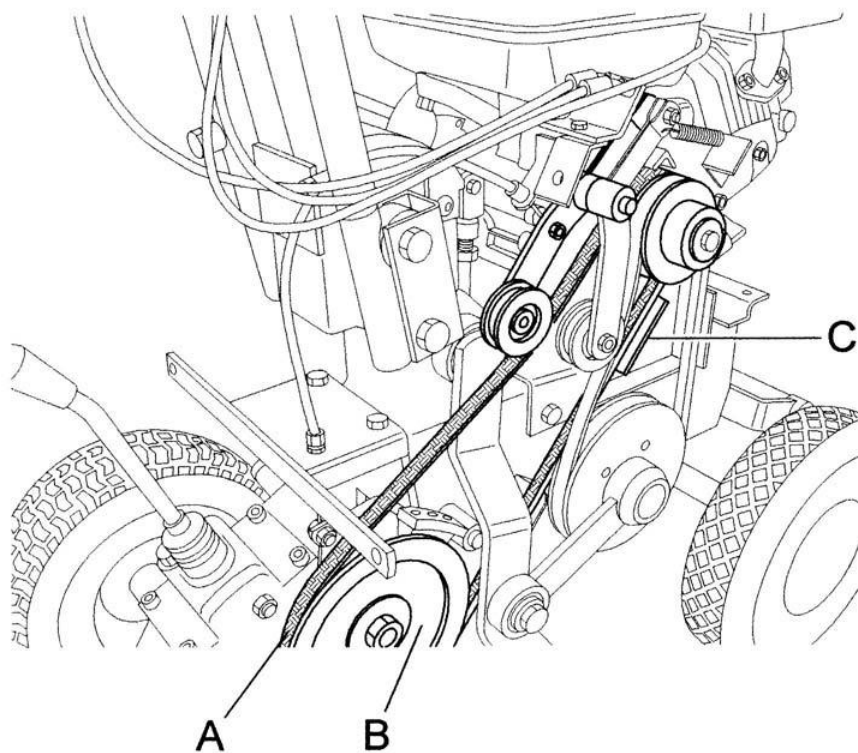

Рисунок 8
- Затем снимите ремень переднего контроля с нижнего шкива, повернув ремень против часовой стрелки (рис. 8, поз. A и B)
- Необходимо убедиться в том, что пояс установлен и работает правильно с помощью соответствующего рычага контроля. Когда рычаг опущен, а ремень максимально натянут, расстояние между ремнем и соответствующими направляющими ремня (рис. 8, поз. C) должно быть приблизительно 2 мм.